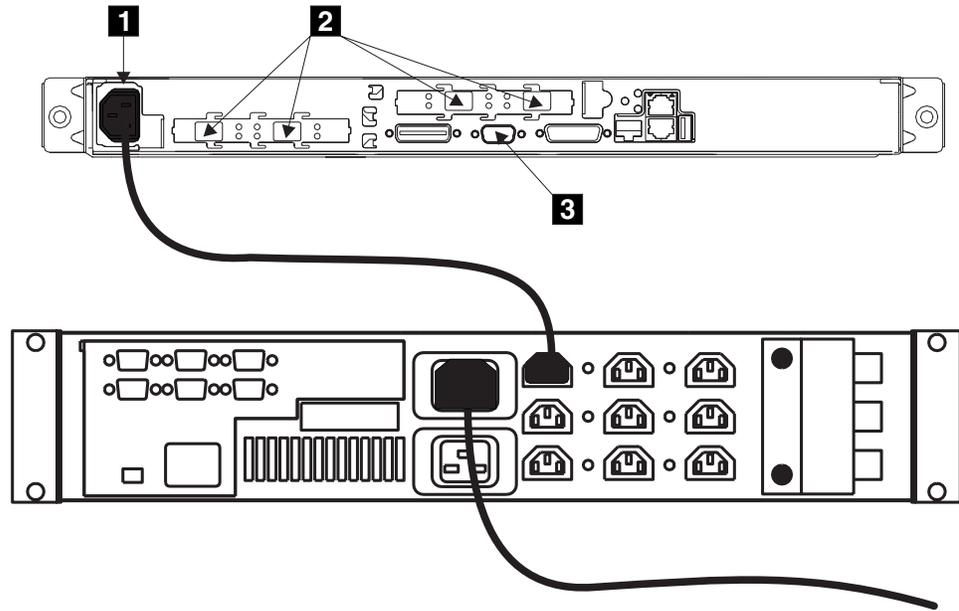

図 1. 電源ケーブルとシグナル・ソケット
ここでは、SAN ボリューム・コントローラーのアースの検査方法について説明します。xiii ページの図 1 は、SAN ボリューム・コントローラーと無停電電源装置のコネクタを示しています。
2. 電源ケーブル **1** が無停電電源装置に差し込まれていることを確認する。また、電源ケーブルのもう一方の端が、ラックの電源機構に接続されていることを確認してください。図 1 を参照してください。